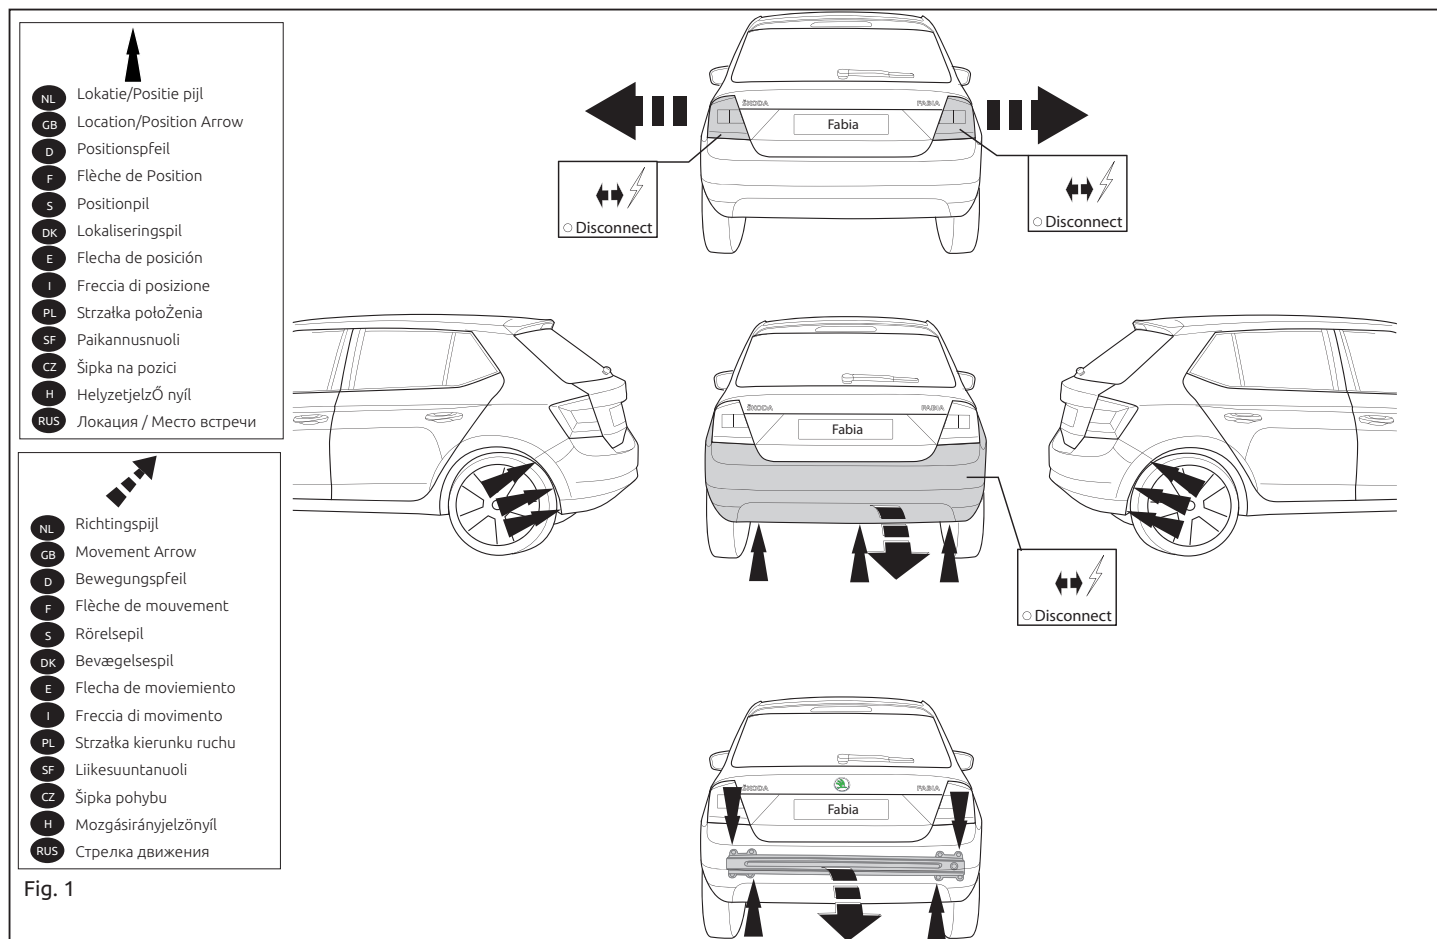

Fig. 1
1. Remove the bumper and the steel buffer beam from the vehicle. The buffer beam will no longer be needed. Replace the bolts. See figure 1.
1. Die Stoßstange einschließlich des stählernen Stoßbalkens vom Fahrzeug abmontieren. Der Stoßbalken wird nicht mehr benötigt. Die Schrauben wieder anbringen. Siehe Abbildung 1.
1. Déposer le pare-chocs du véhicule y compris la traverse en acier, la traverse ne sera plus utilisée. Remettre les boulons de fixations en place. Voir la figure 1.
1. Demonter kofangeren, inklusive køretøjets stålstdbjælke. Stålstdbjælken skal ikke længere anvendes. Sæt boltene på plads igen. Se fig. 1.
1. Снять бампер вместе со стальным буферным брусом автомобиля. Буферный брус больше не понадобится. Поставить болты на место. См. рисунок 1.